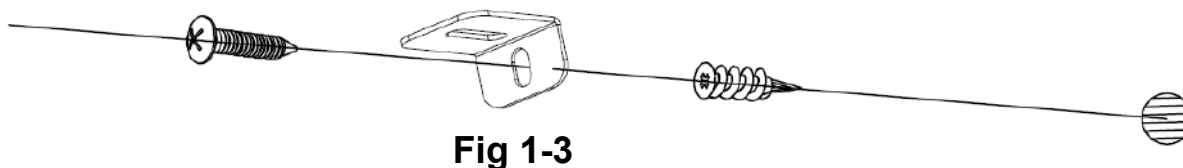

Fig 1-3
C. Zamontuj plastikową kotew (**C**) w suchej ścianie, następnie zamontuj dłuższą śrubę (**B**) (w zestawie) przez otwór we wsporniku w kształcie litery „L” w kotwi, aby przymocować palenisko do ściany. (**Fig 1-3**)